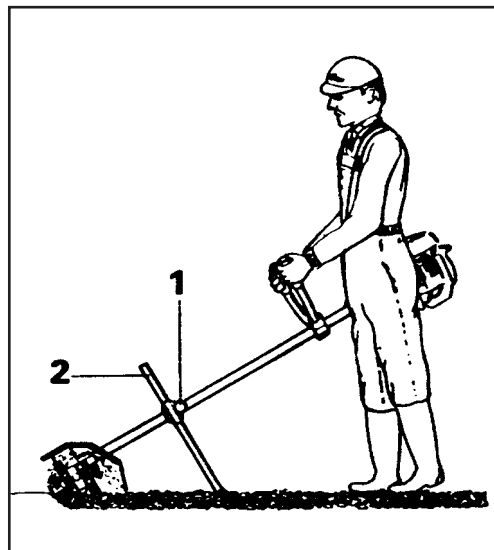

Fig. 4
**ATTENZIONE!** - Per l'utilizzo, le registrazioni e la manutenzione del motore riferirsi alle **istruzioni riportate nel libretto uso e manutenzione del vostro decespugliatore**. Il coltello (2, Fig.4) è necessario per controllare l'avanzamento del coltivatore e per controllare la profondità del lavoro. Una buona regolazione del coltello permette di avere un controllo totale della macchina senza sforzo.
**UTILIZZO (Fig. 4):** adattare il cinghiaggio al vostro corpo (**vedi libretto uso e manutenzione del decespugliatore**). Regolare l'altezza del coltello (2) tramite il pomello (1). Camminare in avanti a piccoli passi e spostare avanti e indietro il coltivatore.
**WARNING!** - For use, adjustments and maintenance of the engine, please refer to the **brushcutter instruction manual**. The spur (2, Fig. 4) is necessary in order to keep under control both the cultivator and its working depth. A correct adjustment of the spur will give you the complete control of the machine without any effort.
**USE (Fig. 4):** adjust the harness according to your need (**see the instruction manual of the brushcutter**). Adjust the spur (2) height by means of knob (1): the bottom of the spur should touch the ground. Walk quite slowly moving forward and backwards the cultivator.